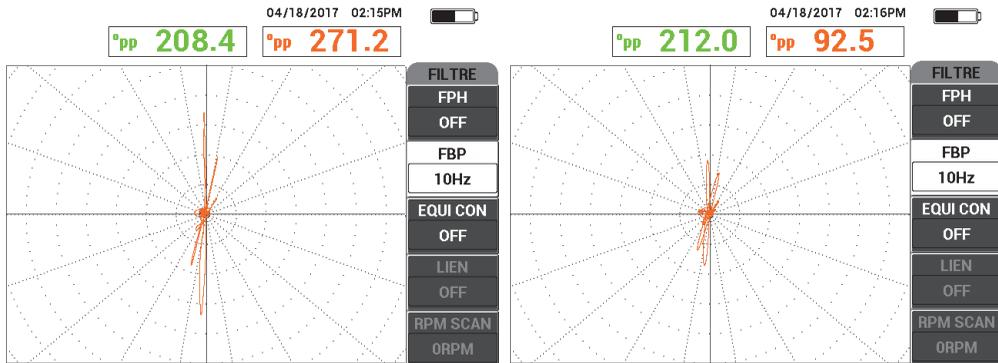

Figure 5-206 Balayage avec filtre passe-bas de 10 Hz (à gauche) – Trop grande vitesse de balayage (à droite)
3. Balayez le tube pour déceler des défauts (voir la Figure 5-206 à la page 291).